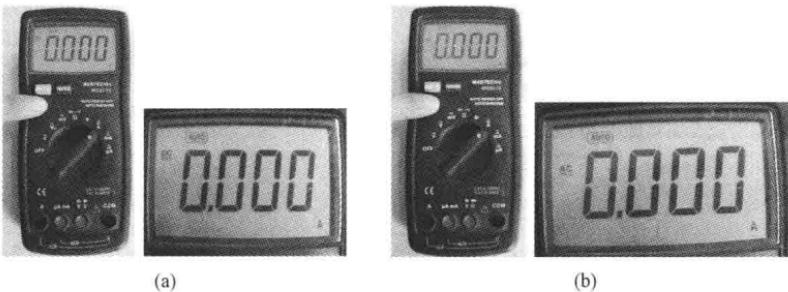

图 5-28 选择测量方式
(3) 按黄色功能按钮选择直流电流或交流电流测量方式, 如图 5-28 所示。